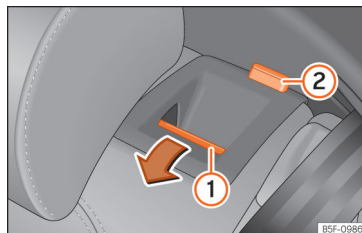

Fig. 67 Banco traseiro: rebater o encosto.
- Pressione o botão de desbloqueio »»» **Fig. 67** ① para a frente e, ao mesmo tempo, rebata o encosto. O encosto traseiro está desbloqueado quando se vê uma marca vermelha no botão ②.